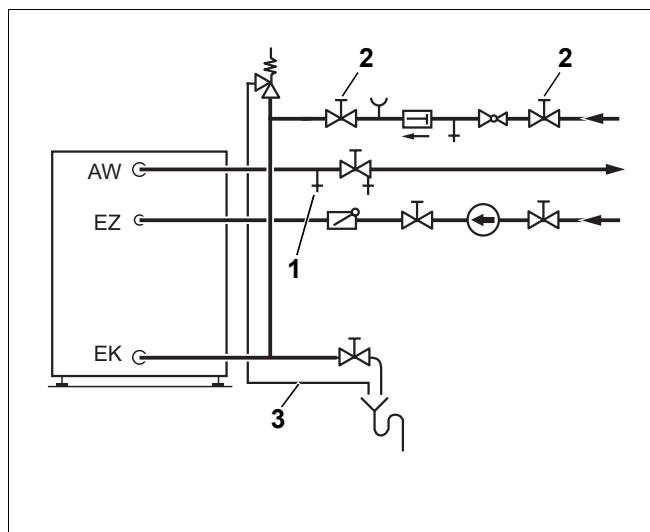

Рис. 11 Монтаж по DIN 1988 (принципиальная схема)
- Для удаления воздуха из бака-водонагревателя открыть вентиль продувки и выпуска воздуха (рис. 11, **поз. 1**) или наиболее высоко расположенный водоразборный кран.
- Для заполнения бака открыть запорный вентиль на входе холодной воды ЕК (рис. 11, **поз. 2**).
- Перед нагревом проверить заполнение водой отопительного котла, бака-водонагревателя и трубопроводов. Для этого открыть вентиль для продувки и выпуска воздуха (рис. 11, **поз. 1**).
- Держите постоянно открытым дренажный трубопровод предохранительного клапана (рис. 11, стр. 14).
- Дренажная линия предохранительного клапана (рис. 11, стр. 14) должна быть постоянно открытой.